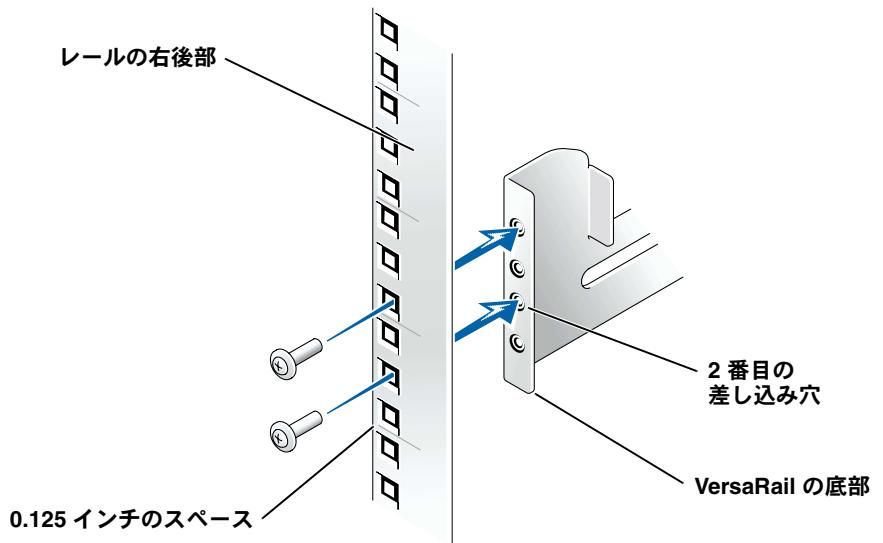

図 5-3. VersaRail と後部垂直レールの位置調整と取り付け
5. VersaRail レベルを使って、2 個のプラスネジで VersaRail の後部をラックに固定します(図 5-3 を参照してください)。